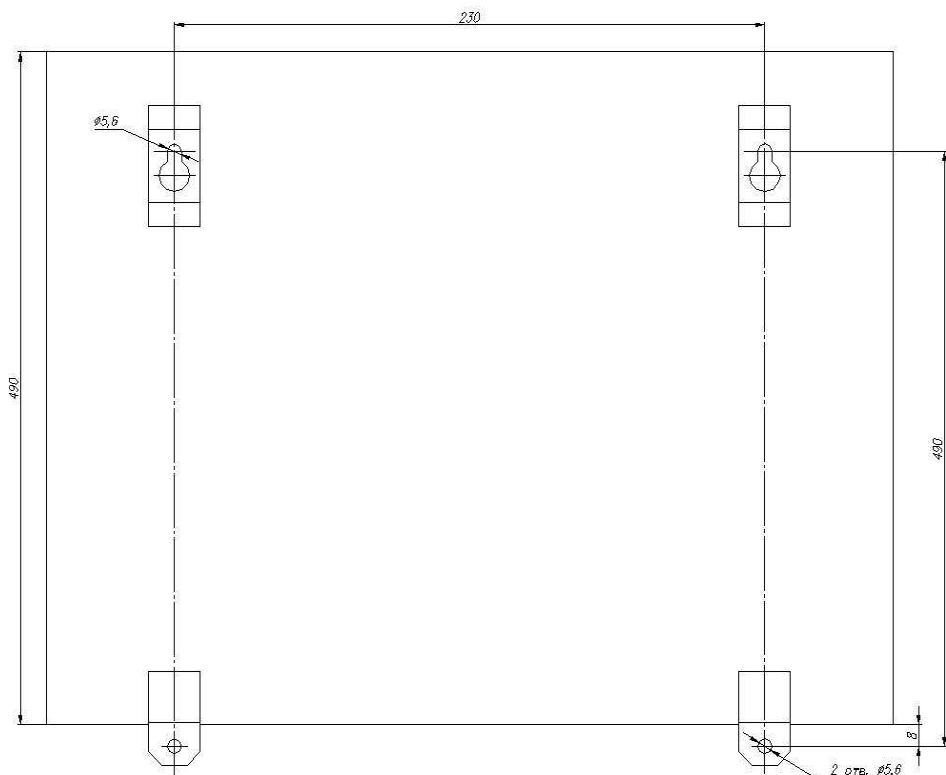

Рисунок 4.1. Разметка крепления УПВК
4) Произвести разметку крепления по размерам, представленным на рис.4.1.